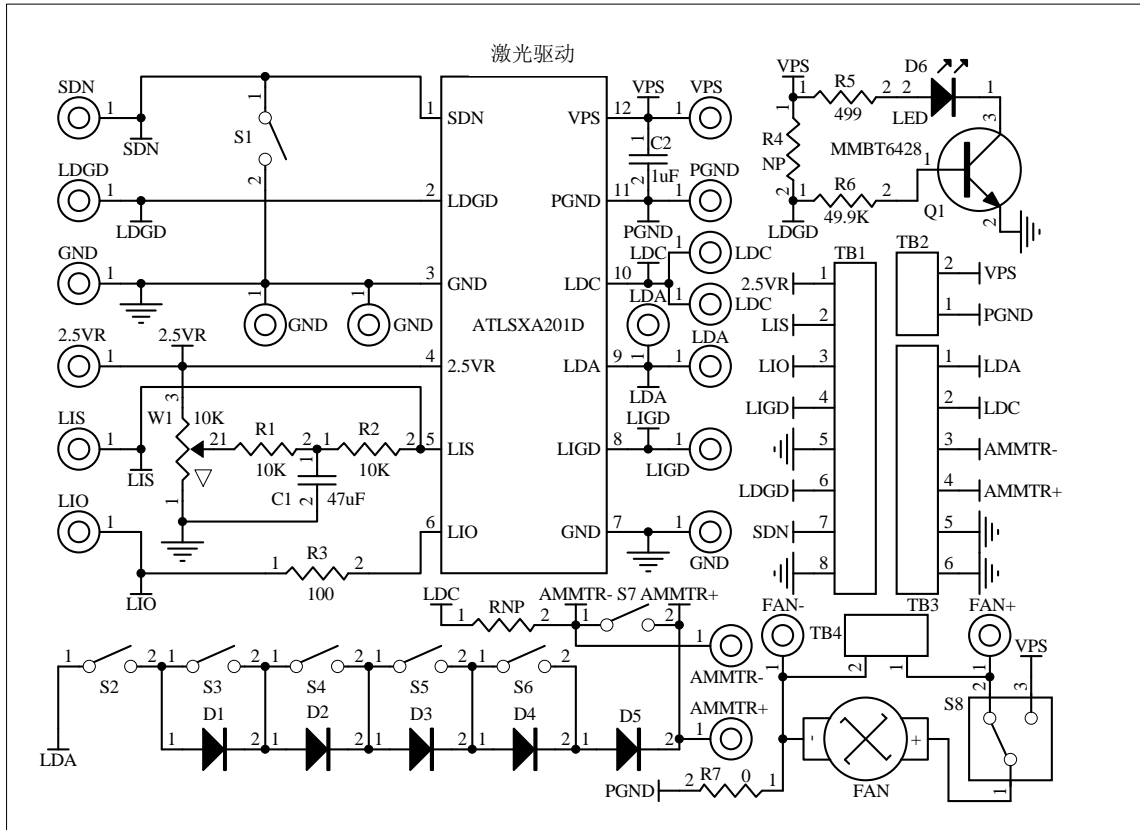

图 7、激光驱动器 ATLS201D 评估板 Rev.1.0 的原理图
原理图如图 7 所示。
(1) 使用右侧的端子，第 3 和第 4 根导线，将电流表插入 AMMTR+ 引脚和 AMMTR- 引脚之间。
(2) 将开关 S7 转到低位，这样输出电流才能通过电流表，就可以通过读取电流表的值来测量。当开关 S7 置于高位时，电流表短路，因此无法测量输出电流，参见如图 7 所示的原理图。
(3) 将电流表设置为固定增益或高值设置，如 10A。否则，电流表内的电流量程设定自动切换时，电流表的内部电路可能会对激光器产生一定的噪声。
管 D1 至 D5 形成一个“虚拟激光器”，作为激光二极管代替实际的激光器。这样，在电路出现问题的情况下，将不会损坏昂贵的激光器。请参见图 7 中的原理图。将开关 S2 拨到“on”（上），将“虚拟激光器”连接到驱动器。开关 S3, S4, S5 和 S6, 关闭开关将会增加“虚拟激光器”的正向电压，打开开关将会减少“虚拟激光器”的正向电压，可在 LDA 和地之间加一个电压表来测量。当输出电流为 4A 时，每个二极管可以增加或减少约 0.7V 的正向输出电压。**警告：当输出 4A 电流时，二极管可能变得非常热，不要用直接用手触摸。**开关组及其对应的二极管如下表所示。二极管 D5 总是导通的，使得总的正向电压范围从 0.7V 到 $0.7V + 0.7 \times 4 = 3.5V$ 。请注意以下实际情况：当所有二极管短路时，输出电压较低，驱动器将消耗大量功率，可导致过热，以至于内部温度保护电路会自动关闭驱动器。发生这种情况时，请等待几秒钟，让驱动器冷却下来，温度降低到一定值之后，驱动器会自动重启。这是计算驱动器功耗的方法：